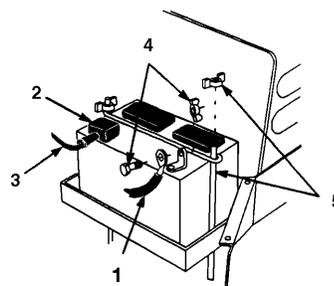
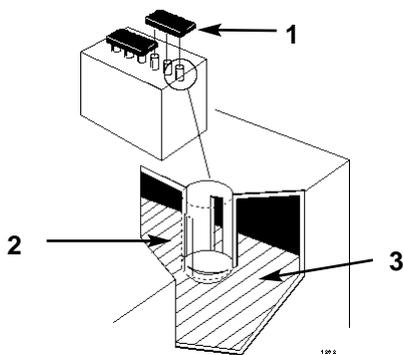

Figure 38
Figure 40
3. Togliete le fiancate per rimuovere la batteria (Fig. 38). Togliete i galletti e le viti, e sollevate senza toccare la spina, estraendo le lunette dei pannelli dal complessivo dello sterzo.
4. Staccate il conduttore negativo di terra (nero) dal polo della batteria (Fig. 38).
5. Sollevate la guaina di gomma del conduttore positivo (rosso) e staccate quest'ultimo dal polo della batteria (Fig. 38).
6. Rimuovete i tondini di fissaggio della batteria (Fig. 38).
10. Con il bullone ed il galletto collegate il conduttore negativo (nero) al polo negativo (-) della batteria (Fig. 38).
2. Aprite i coperchietti per guardare negli elementi. L'elettrolito deve raggiungere la parte inferiore del tubo. Osservate il lato della batteria: l'elettrolito deve raggiungere la riga "SUPERIORE" (Fig. 38); non permettete che scenda al di sotto della riga "INFERIORE" (Fig. 40).
2. Sollevate i tappi di riempimento (Fig. 38).
3. Versate lentamente dell'acqua distillata negli elementi della batteria, fin quando il livello non raggiunge la parte inferiore del tubo (Fig. 38).